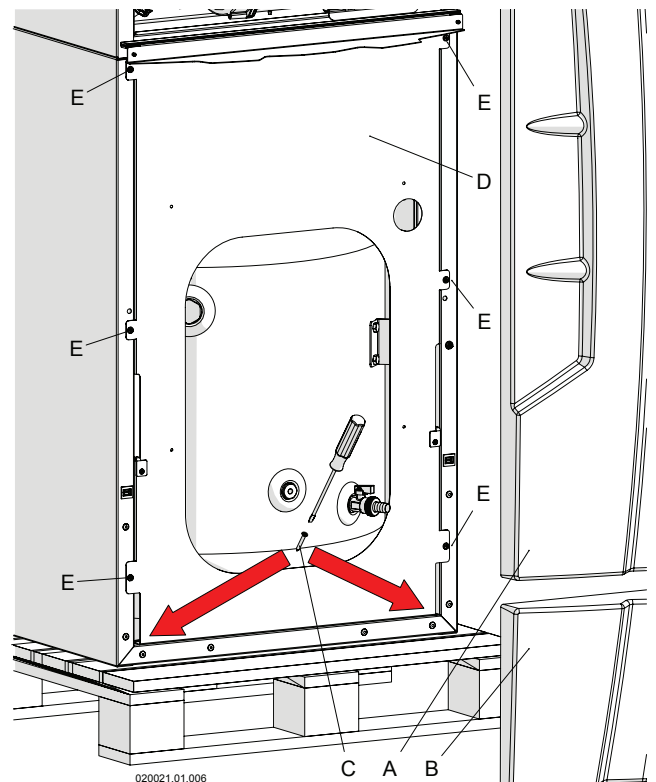

Figura 6-3 - Rimozione del bancale
- 3.-smontare la copertura frontale "A" e "B" (Figura 6-3) (capitolo 13.3) per accedere alla vite "C" (Figura 6-3) lato fronte apparecchio;